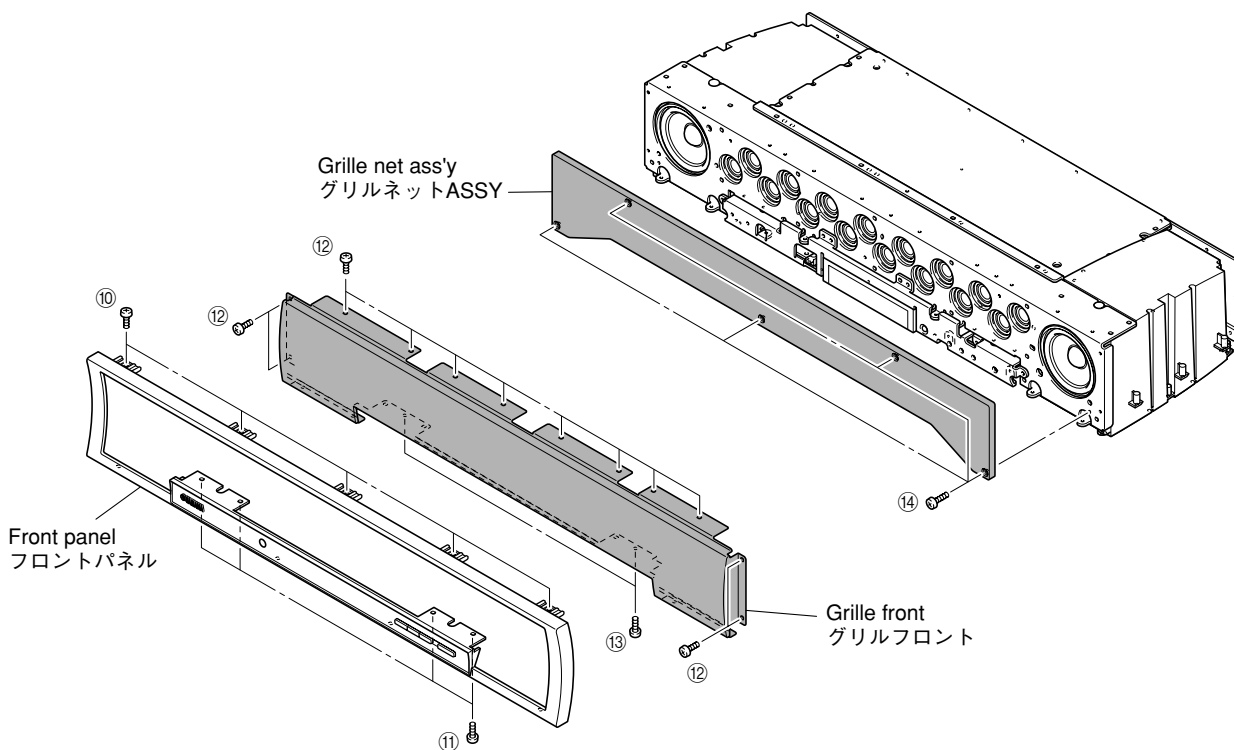

Fig. 11
- Remove 5 screws (10) and 4 screws (11). (Fig. 11)
- Remove the front panel forward gradually. (Fig. 11)
- Remove 12 screws (12) and 2 screws (13). (Fig. 11)
- Remove the grille front. (Fig. 11)
- Remove 5 screws (14) and then remove the grille net ass'y. (Fig. 11)
- ⑩のネジ5本、⑪のネジ4本を外します。(Fig. 11)
- フロントパネルを前方にゆっくり取り外します。(Fig. 11)
- ⑫のネジ12本、⑬のネジ2本を取り外します。(Fig. 11)
- グリルフロントを前方へ取り外します。(Fig. 11)
- ⑭のネジ5本を外し、グリルネットASSYを取り外します。(Fig. 11)